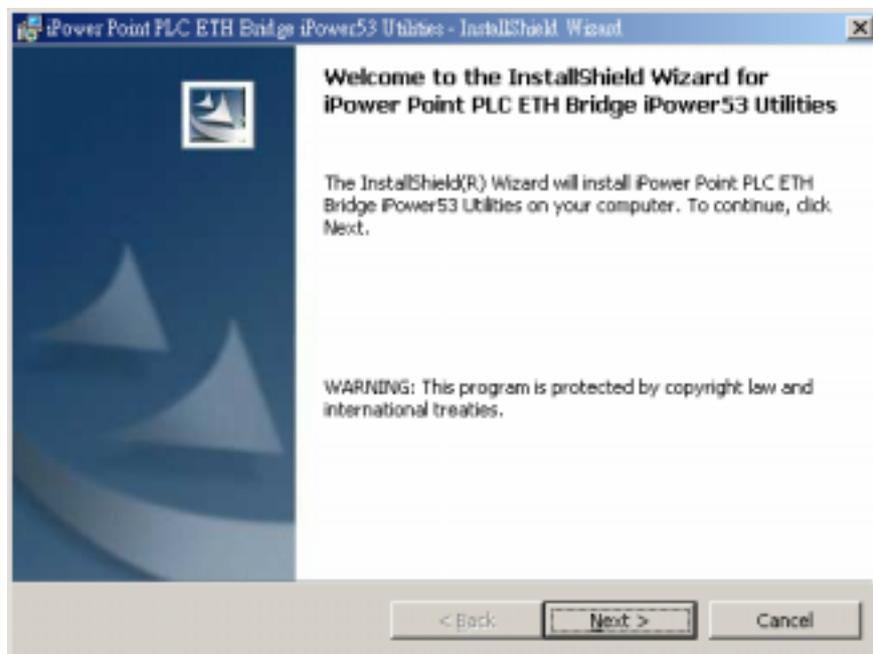

Bild 2
3. Die Anwendung wird nun wie im Bild 2 gezeigt gestartet.